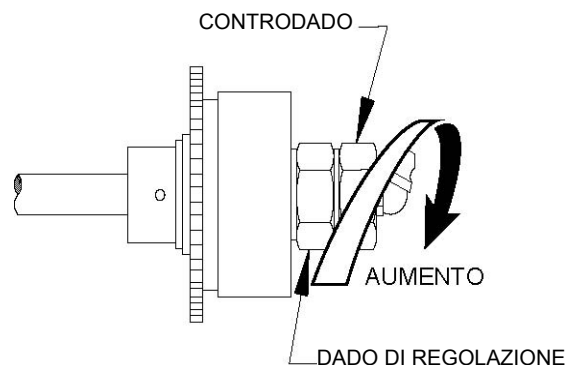

FIGURA 4-19: REGOLAZIONE DELLA FRIZIONE DI LIMITAZIONE DELLA COPPIA MOTRICE
- 1) Consultare la **Figura 4-19**. Nel caso in cui sia necessario regolare la frizione procedere come segue: